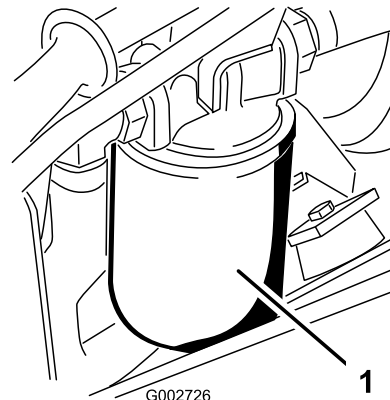

Bild 41
- Stellen Sie eine Auffangwanne unter den Hydraulikfilter, der sich links an der Maschine befindet (Bild 41).